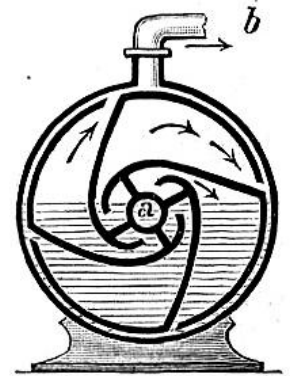

Abb. 48. Gasuhr.
d) **Gasleitung.** Von den großen Gasometern der Gasanstalten wird das Gas durch das Eigengewicht der Gasometerglocken fortgepreßt und mittels eines Rohrnetzes den einzelnen Verbrauchsstellen zugeleitet. Jeder Verbrauchsstelle ist eine **Gasuhr** vorgeschaltet (Abb. 48), die den Gasverbrauch mißt.